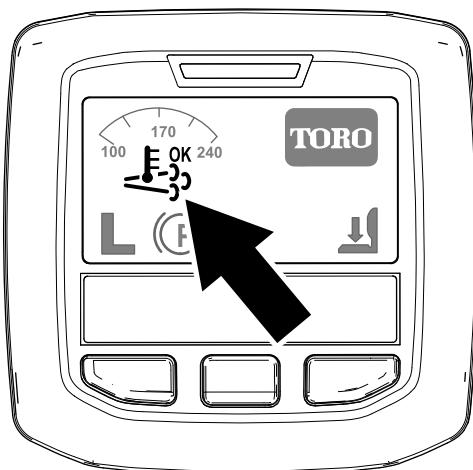

Bild 24
- Das Symbol für die unterstützte bzw. Rücksetzen-Regenerierung wird im InfoCenter angezeigt (Bild 24).